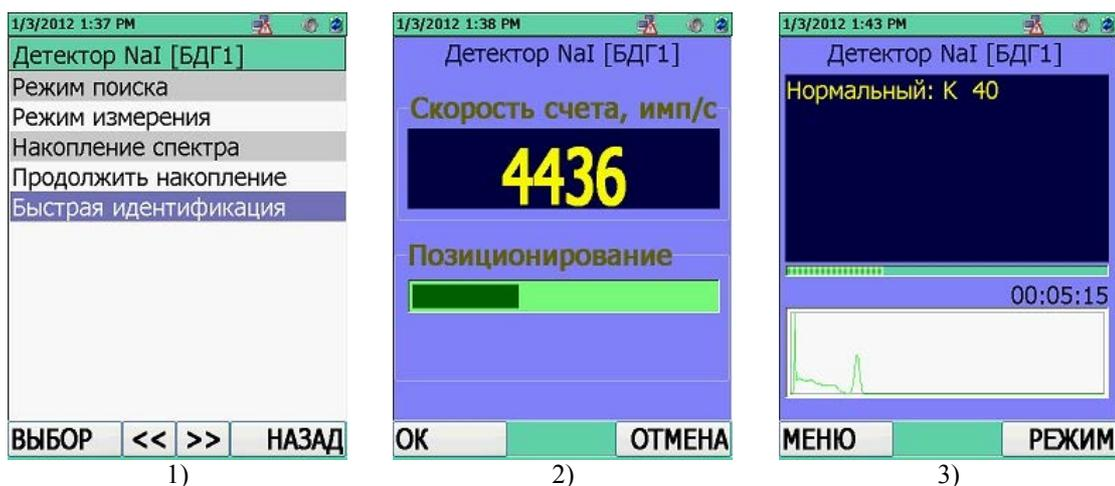

Рисунок 6.10
Для входа в режим идентификации радионуклидного состава вещества необходимо в окне отображения режимов работы выбрать "Быстрая идентификация", рисунок 6.10 (1).
графического отображения загрузки гамма- канала. Приблизить БДГ1 к объекту, с которого будет сниматься спектр на такое расстояние, чтобы скорость счета была в пределах от 200 до 20000 имп/с, что соответствует индикации шкалы в ее зеленой зоне, рисунок 6.10 (2). Для старта накопления спектра и идентификации необходимо нажать на БДОИ кнопку ОК.
При снятии спектра в нижней части ЖКИ индицируется нарастающее изображение накапливаемого спектра и аналоговая шкала времени, прошедшего с начала накопления спектра, рисунок 6.10 (3). Отображение спектра на ЖКИ обновляется каждые 10 с. При этом каждый раз БДГ1 по истечении этих 10 с пытается произвести идентификацию на основании накопленной за это время статистики.
При накоплении статистических данных, достаточных для попытки идентифицировать состав вещества, результаты идентификации сразу же отобразятся в верхнем поле ЖКИ БДОИ, рисунок 6.10 (3).